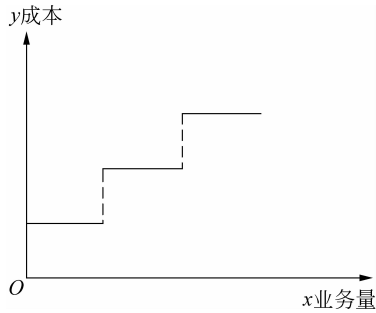

图 3-3 半固定成本
(1) 半固定成本又称阶梯式成本。半固定成本是其成本总额随业务量变动呈阶梯式变动的成本,如图 3-3 所示。在一定业务量范围内,其发生额是固定的,当业务量增长到一定程度时,其发生额出现跳跃式增加,并在新的业务量范围内保持不变,如检验员的工资、设备修理费等。